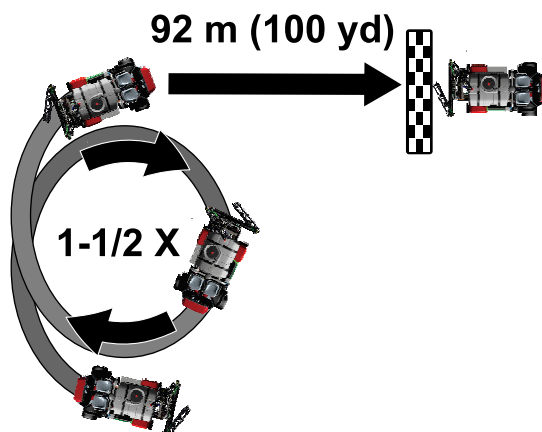

Figure 165
3. Faites exécuter un cercle et demi à la machine (Figure 165).
5. Parcourez 92 m (100 yd) en ligne droite ; voir Figure 165.